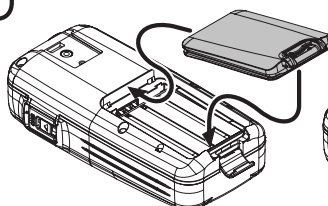
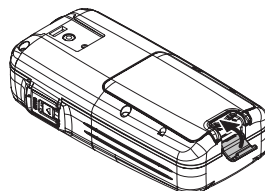

FIGURA 3
FIGURA 4
- ☐ Volver a colocar la tapa de la batería (Figura 3), cerrar entonces la pestaña de la tapa de la batería hasta que enclave con un "clic" (Figura 4).